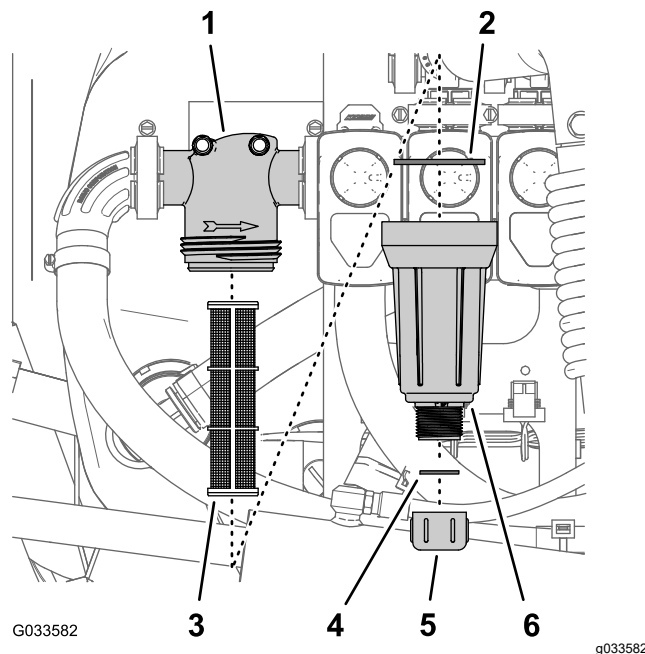

Figura 96
2. Coloque un recipiente de drenaje debajo del filtro de presión (**Figura 96**).
3. Gire el tapón de vaciado en sentido antihorario y retírelo de la cubeta del filtro de presión (**Figura 96**).
4. Enrosque la cubeta en sentido antihorario y retire la cabeza del filtro (Figura 96).
5. Retire el elemento del filtro de presión (Figura 96).
7. Inspeccione la junta del tapón de vaciado (situada dentro de la cubeta) y la junta de la cubeta (situada dentro de la cabeza del filtro) en busca de daños o desgaste (Figura 96).
8. Instale el elemento del filtro de presión en la cabeza del filtro (Figura 96).
9. Instale la cubeta en la cabeza del filtro, y apriétela a mano (Figura 96).
10. Coloque el tapón de vaciado en el acoplamiento inferior de la cubeta, y apriete el tapón a mano (Figura 96).